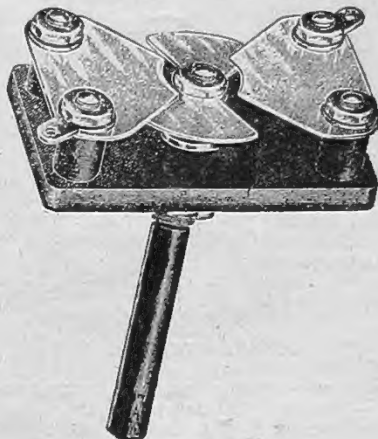

Рис. 7.
**Н**А рис. 7 и 8 изображены два промышленных типа переменных конденсаторов малой емкости, которые могут быть применены в качестве нейтрализующих конденсаторов, в качестве электрических верньеров, конден-
Очень интересная конструкция приведена на рис. 7. Этот конденсатор включен в схему двумя неподвижными пластинками (ушками на них). Емкость изменяется при помощи